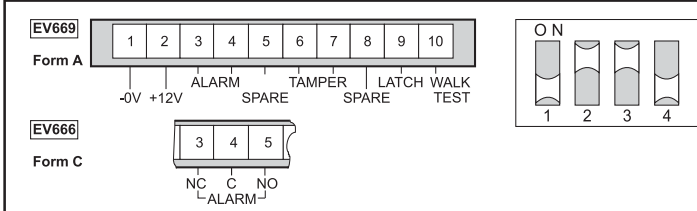

Fig. 3
1. Lift off mounting plate ① as shown.
2. Fasten the mounting plate to the ceiling in the required position using mounting holes ②.
5. Strip cable for 5 cm and pull it through the cable entry hole ③ and strain relief.
6. Wire the detector and select the appropriate processing options as shown in Fig. 3. and replace the sensor module ④.
7. To mount the sensor module to the mounting plate use the screw ⑤ & ⑥ which is placed for transport in the mounting plate.
Note: First set the Control Voltage ("CV") by **switch 1** (see Fig. 3).
- Retirer la plaque de montage ① comme indiqué.
- A l'aide des trous de montage ②, fixer la plaque de montage au plafond dans la position souhaitée.
- Dénuder les fils sur 5 centimètres et les mener par le trou ③ d'entrée de câble, ainsi que par l'attache servant à réduire les contraintes.
- Câbler le détecteur et choisir les options fonctionnelles figurant au tableau (Fig. 3).
- Remettre le module de capteur ④ en place.
- Pour fixer le module à la plaque de montage, utiliser la vis ⑤ & ⑥, logée dans la plaque de montage pour le transport.